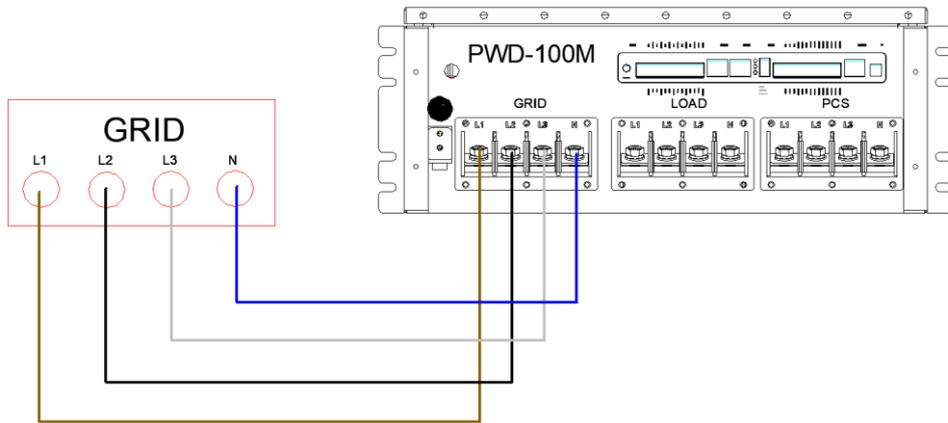

Abbildung 4-26 Verkabelung zwischen ATS und GRID
2. Verbinden Sie die Phasen L1 / L2 / L3 / N der Netz-Seite des ATS jeweils mit den Phasen L1 / L2 / L3 / N des Netzes (siehe Abbildung 4-26) und achten Sie dabei darauf, dass die Verdrahtung in der richtigen Phasenfolge erfolgt und fest angezogen ist;